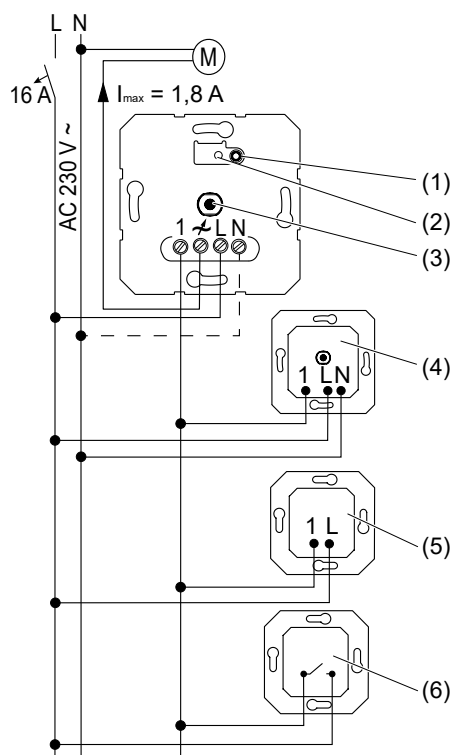
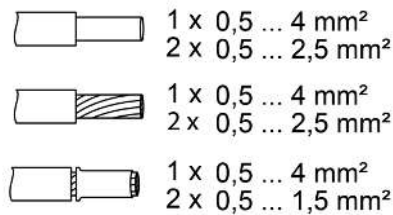

рисунок 1: Схема подключения с дополнительными подчиненными узлами локальной сети
рисунок 2: Зажимаемое поперечное сечение провода
- Подключить прибор согласно электрической схеме (см. рисунок 1). При этом необходимо соблюдать необходимое сечение провода под клемму (см. рисунок 2)
- i** Двигатель можно включать путем короткого нажатия кнопки **Test** (1).